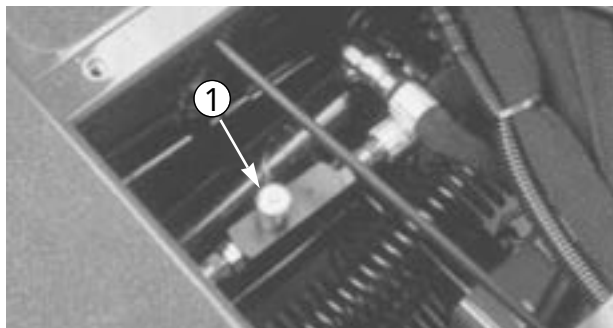

図 62
1. 調整バルブ（図62）は運転台の床のアクセス・パネル裏にある。